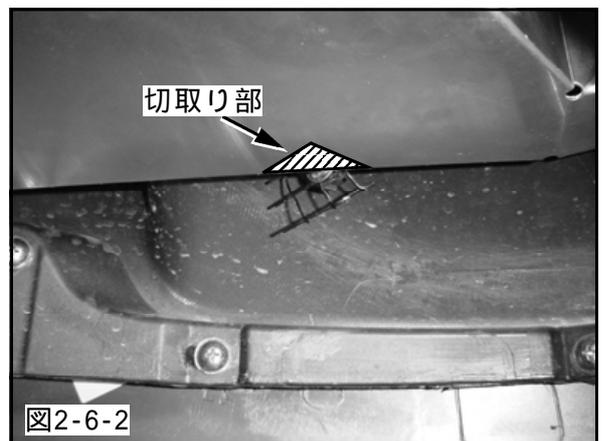

図2-6-2
- (2) メッシュ固定用のネジにエアガイドが干渉しないようにエアガイドを図のように切取ってください。(図2-6-2)